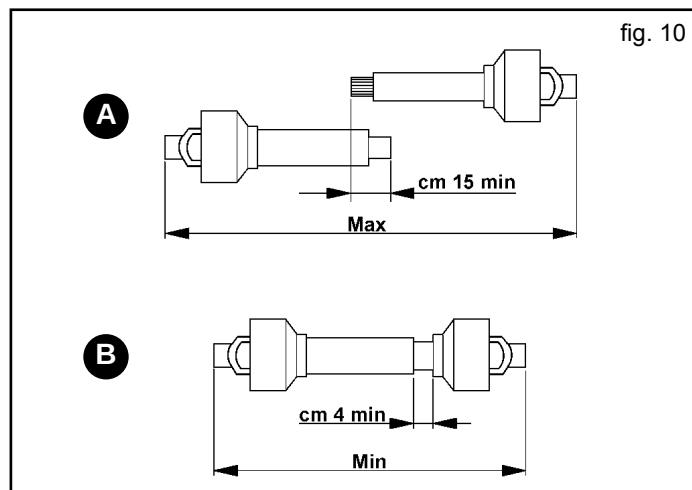

fig. 10
- Quando l'albero cardanico è sfilato al massimo, i due tubi devono sovrapporsi per almeno 15 centimetri (A, Fig. 10). Quando esso è inserito al massimo, il gioco minimo consentito deve essere di 4 centimetri (B, Fig. 10).